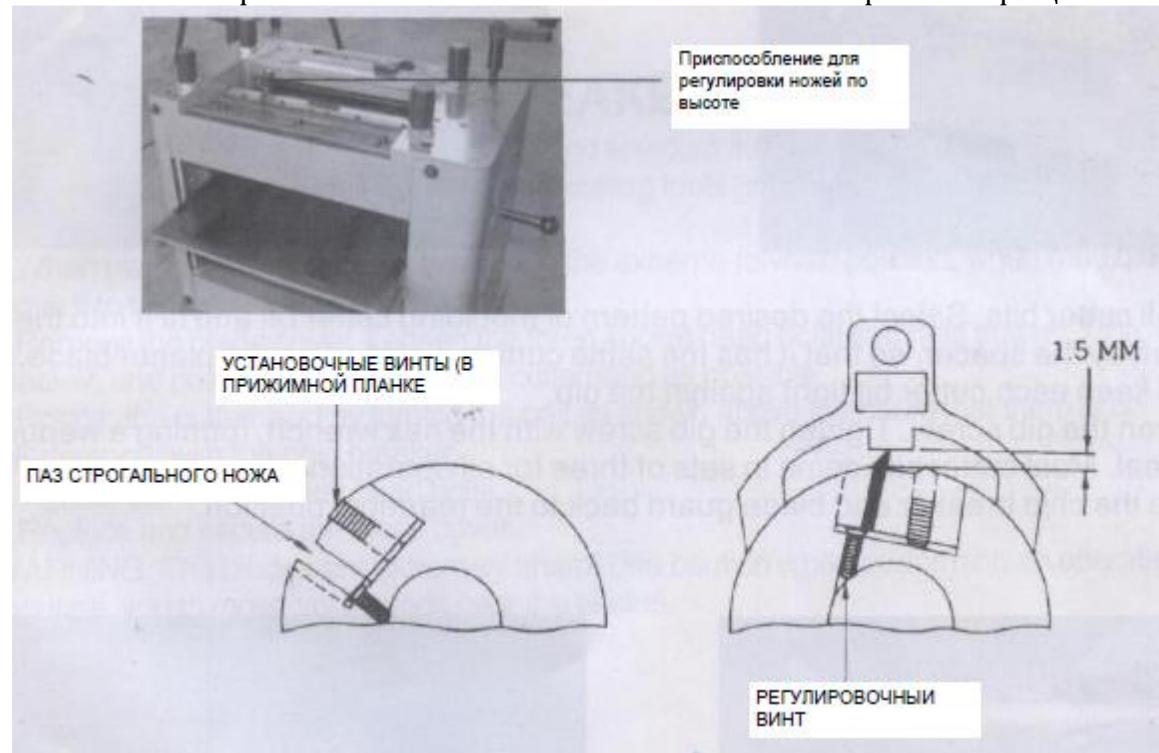

Рис.8
- Медленно затянуть прижимные планки, убедившись, что все три ножа и прижимные планки сидят плотно и надёжно после регулировки. *Рис.8*